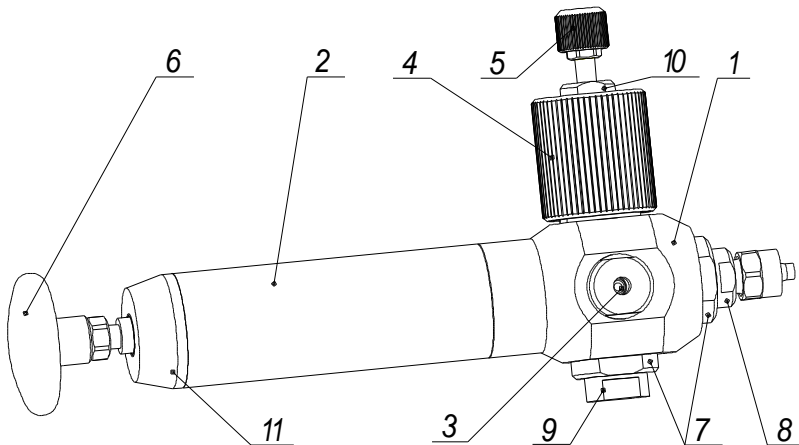
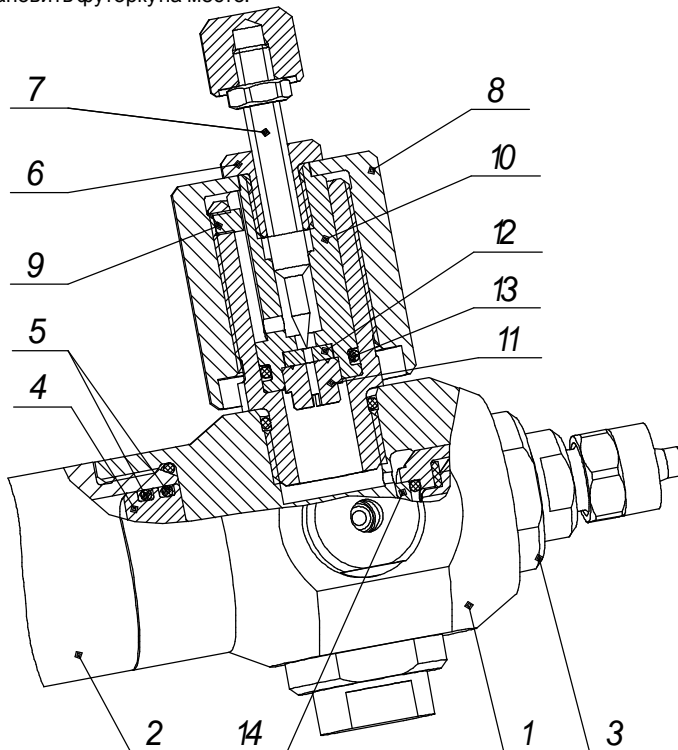

Рисунок 1 – Помпа П-0,25М
Рисунок 3 – Помпа П-0,25М в разрезе (узел точной настройки)
2.2.2 Узел точной регулировки помпы при поставке установлен согласно варианту "а" (рис. 3). В случае необходимости переустановите узел точной настройки согласно варианту "с".
- открутить гайку фиксации ручки (рис. 1, поз. 6) и открутить ручку;
- установить помпу на подставку согласно рисунку 2, соблюдая соосность оси золотника (рис. 1, поз. 3) и отверстия в подставке;
Вывернуть заглушку (рис.1, поз. 9) из футорки (поз. 7) и вернуть в нее модуль давления калибратора (модули давления поставляются в составе калибраторов давления). Конструкция помпы позволяет установить модуль давления по вариантам "а" и "б" (рис. 3).
Подсоединить к штуцеру (рис. 1, поз. 8) пневмошланг (на рисунке не показан) и затяните соединение гайкой. Для подсоединения к пневмошлангу поверяемого прибора используйте один из переходных штуцеров поставляемых с помпой.
- выкрутить втулку (рис. 3, поз. 6) с игольчатым винтом (поз. 7);
- выкрутить футорку (рис. 3, поз. 3);
- выкрутить крышку (рис. 1, поз. 11) из цилиндра (поз. 2);
- извлечь поршень (рис. 3, поз. 4) из цилиндра;
Подсоединить к штуцеру (поз. 8, рис.1) через пневмошланг манометр типа МО по ТУ25-05-1664-74 с верхним пределом измерений 400 кПа или 600кПа, отверстие M12×1,5 помпы заглушить пробкой (поставляется с помпой).